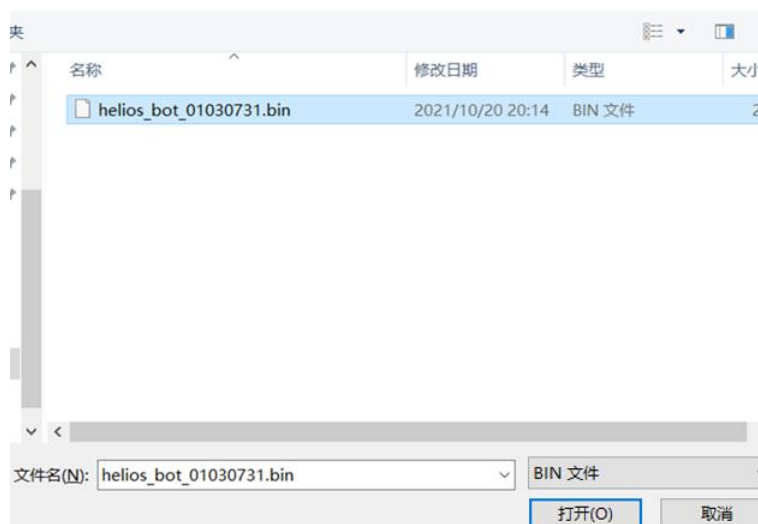

图 23 Step2 选择待升级固件
- 2) 选择对应待升级固件的文件夹, 选中待升级固件后点击“打开”（路径请勿出现中文字符），如图 23 所示。